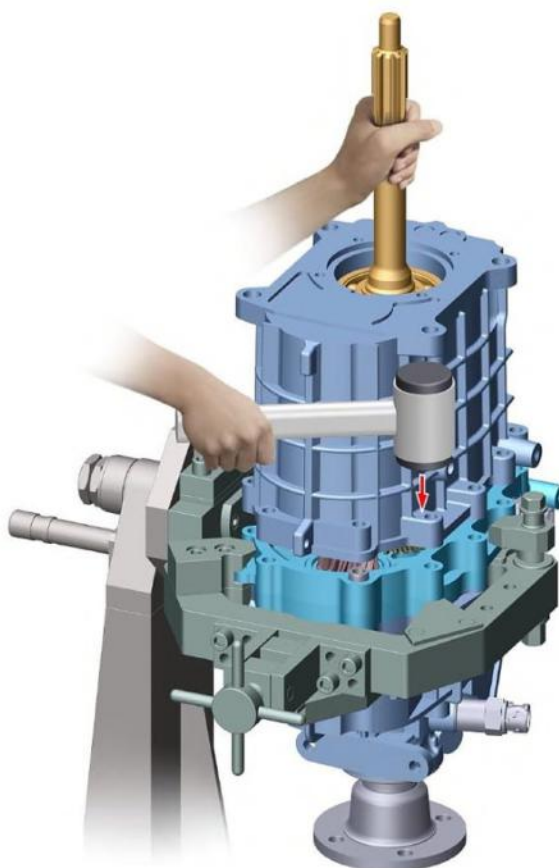

Рис. 3.47. Установка переднего картера
- удерживая постоянно первичный вал в крайнем верхнем положении (вытягивая его вверх), установить передний картер на шариковый подшипник первичного вала, а штоки переключения - в отверстия переднего картера, совместив установочные втулки на пластине с соответствующими отверстиями в переднем картере (рис. 3.47) (эту операцию целесообразно проводить вдвоем);